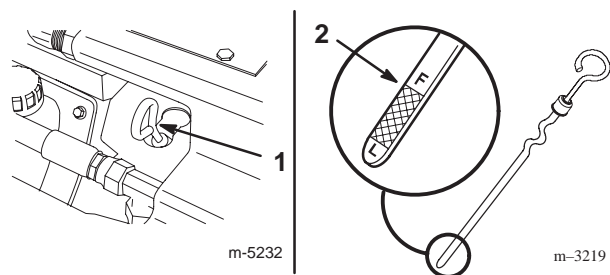

Figure 4
4. Nettoyez la surface autour de la jauge d'huile (Fig. 4).
5. Sortez la jauge d'huile et essuyez soigneusement l'extrémité métallique (Fig. 4).
6. Enfoncez la jauge complètement dans le tube (Fig. 4).